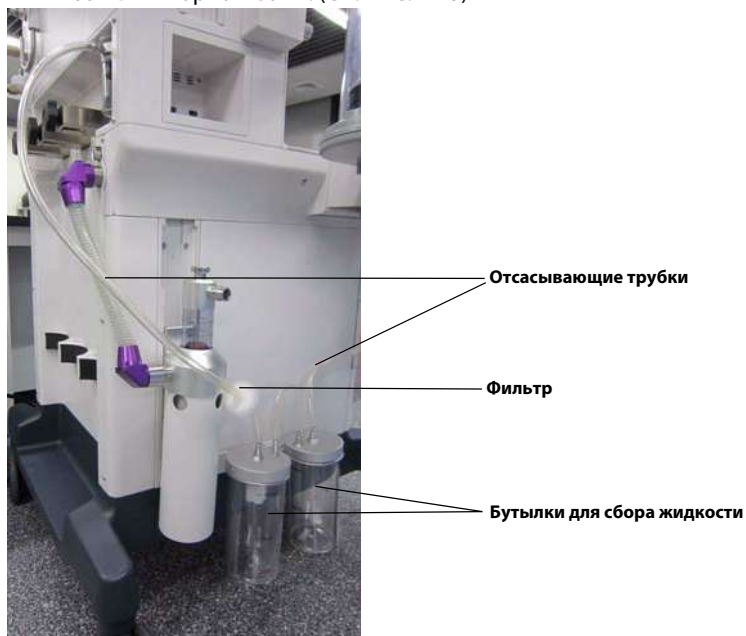

РИСУНОК 7-25 Снимите отсасывающие трубки, бутылки для сбора жидкости и фильтр.
1. Выньте отсасывающие трубки, уберите бутылки для сбора жидкости и извлеките фильтр. Чтобы заменить фильтр, утилизируйте старый фильтр в соответствии с местными нормативами. (См. РИС. 7-25)